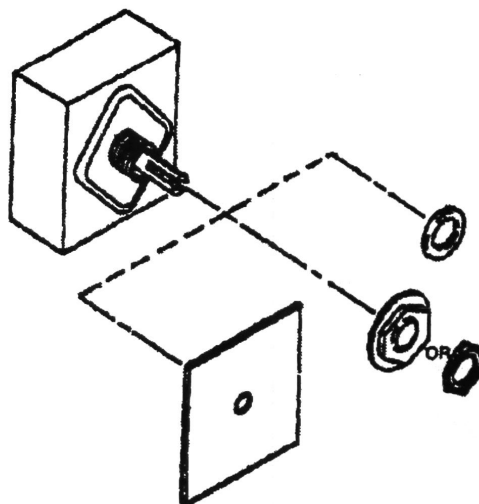
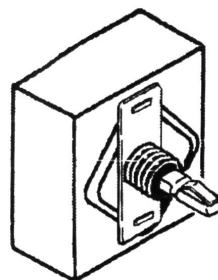

Fig. 1
Fig. 2
**Remarque :** Dans certains cas, l'arbre de cet interrupteur de remplacement peut être différent de l'original. Certains modèles sont conçus avec une attache à ressort (voir la figure 2) et d'autres ont un arbre fendu (voir la figure 1). L'un ou l'autre modèle fonctionne. Si le modèle avec attache à ressort est utilisé, l'attache doit être alignée avec la partie ronde de l'âme de la poignée pour garantir un ajustement correct.